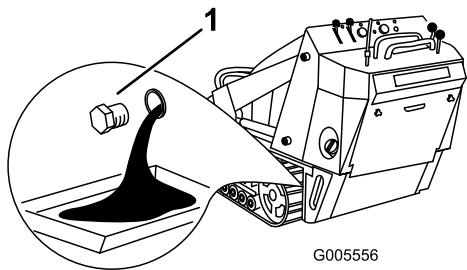

Figure 38
4. Enlevez le bouchon de vidange (Figure 38).